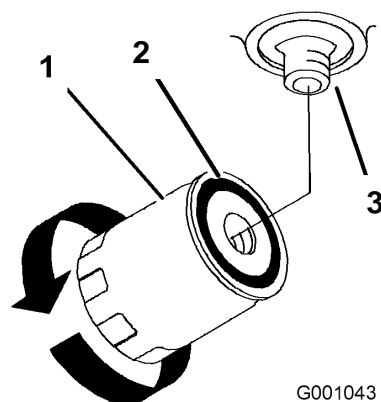

Figura 67
7. Aplique una capa fina a la junta de goma del filtro nuevo (Figura 67).
9. Llene el depósito de aceite hidráulico con aceite hidráulico hasta que éste rebose por encima del filtro, gire el filtro en el sentido de las agujas del reloj hasta que la junta de goma entre en contacto con el adaptador del filtro, luego apriete el filtro media vuelta más (Figura 67).